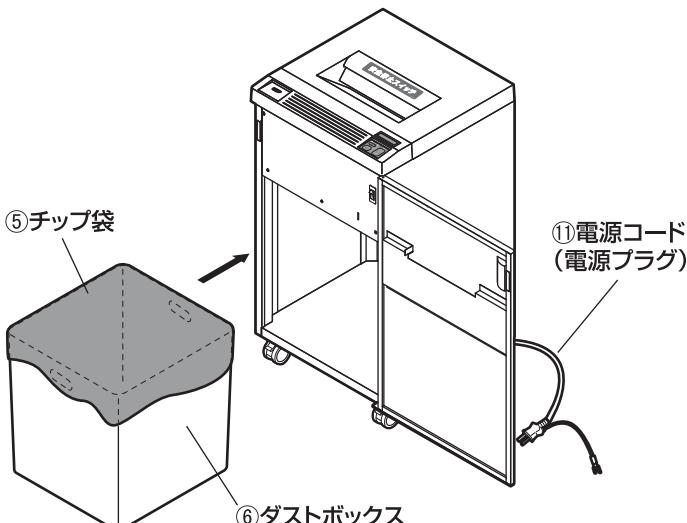

図6 ダストボックスのセット
- !!** ●チップ袋⑤は、ダストボックス⑥の内側に密着するようにセットしてください。密着が不十分な場合、満杯検知の誤作動や細断片が飛散する原因になることがあります。 図6 参照